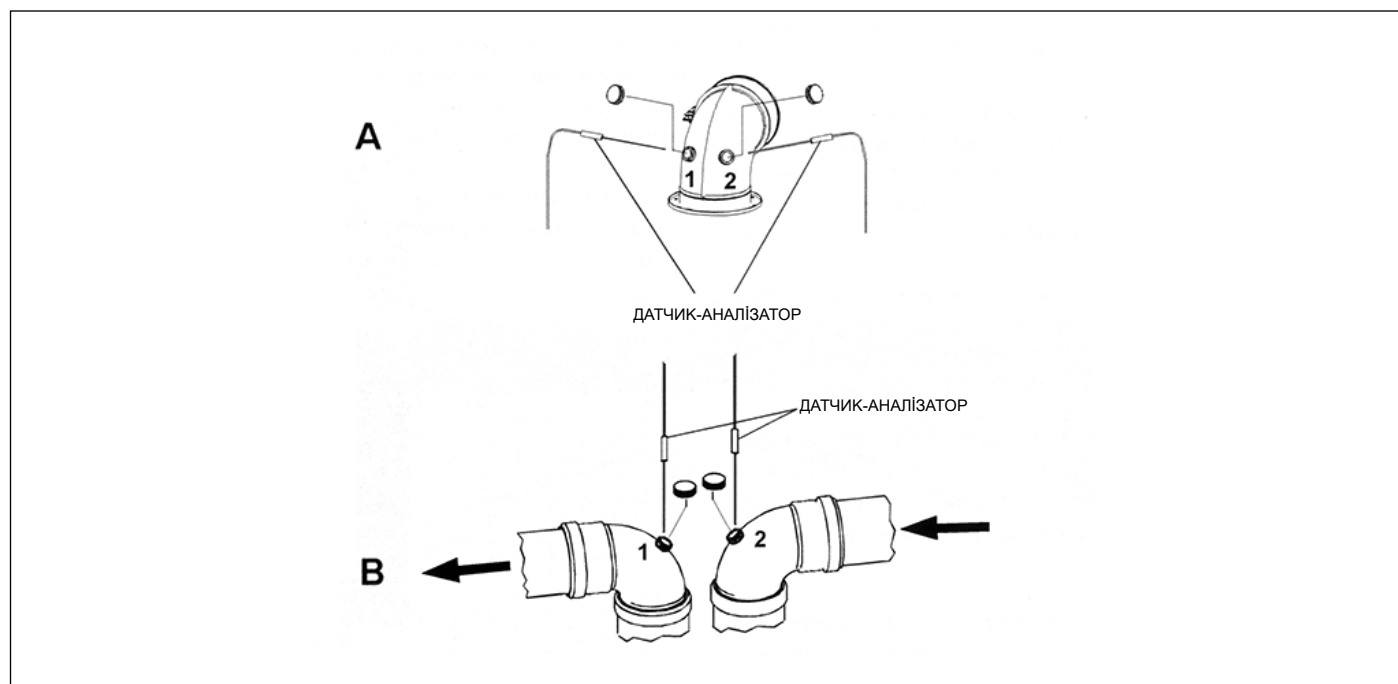

Рис. 12 Точки введення зондів при вимірюванні ККД
- виміряти температуру повітря через отвір 1 (див. відпов. (А) Рис. 12 Точки введення зондів при вимірюванні ККД , для котлів з закритою камерою згоряння з димоходом обладнаним пробовідбірниками).
- виміряти температуру димових газів і вміст CO2 через отвір 2 (див. відпов. (А) Рис. 12 Точки введення зондів при вимірюванні ККД , для котлів з закритою камерою згоряння з димоходом обладнаним пробовідбірниками).
- виміряти температуру повітря через отвір 2 (див. відпов. (В) Рис. 12 Точки введення зондів при вимірюванні ККД , для закритої камери згоряння з димоходом обладнаним пробовідбірниками).
- виміряти температуру димових газів і вміст CO2 через отвір 1 (див. відпов. (В) Рис. 12 Точки введення зондів при вимірюванні ККД , для котлів з закритою камерою згоряння з димоходом обладнаним пробовідбірниками).